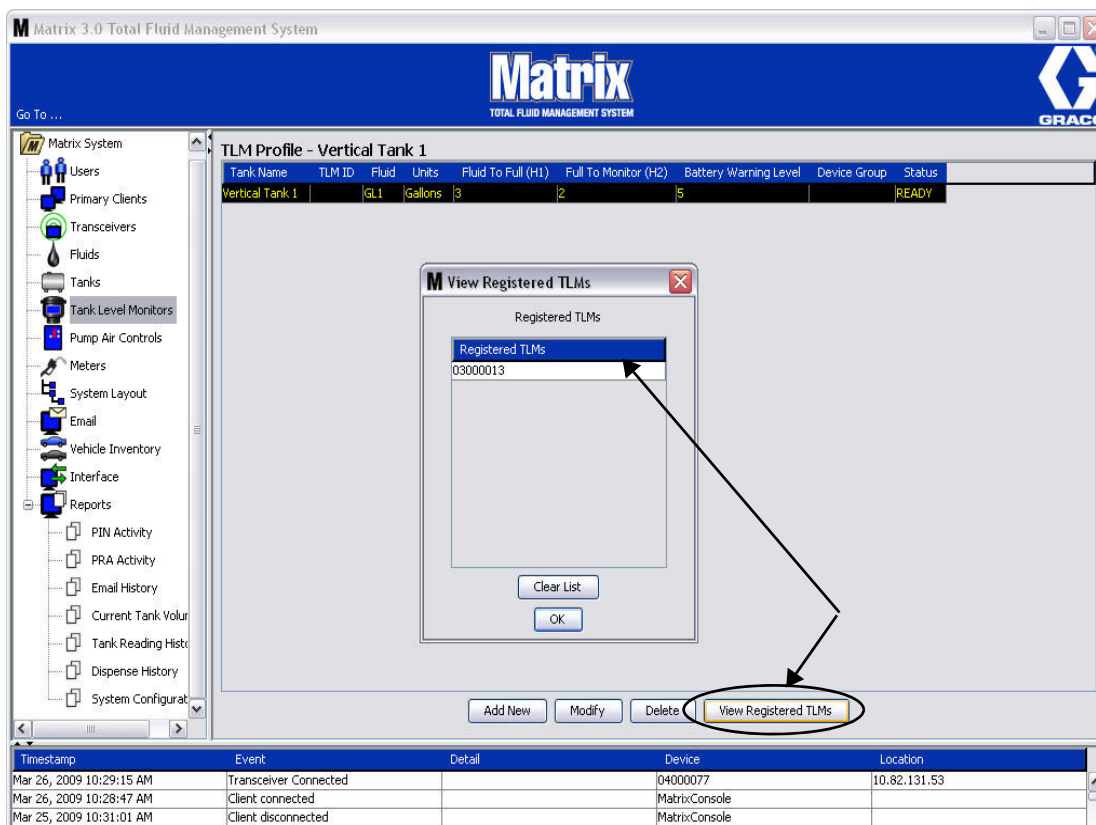

FIG. 110
- Le bouton "Clear List" (Effacer la liste) supprime du système tous les TLM enregistrés (FIG. 110). Ces TLM devront de nouveau être enregistrés avec l'ordinateur Matrix. Consultez le manuel d'instructions du TLM pour avoir des instructions complètes concernant l'enregistrement du TLM.